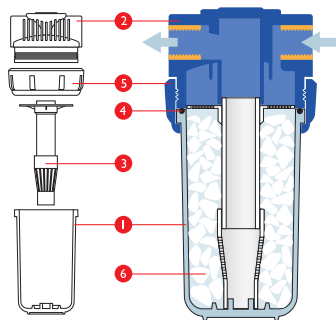

Рис. 1. Схема водоочистителя B120.
Водоочиститель состоит (см. Рис.1) из прозрачного корпуса (1), крышки (2), диффузорной трубки (3), уплотнительного резинового кольца (4), крепежной гайки (5) и наполнителя (6).